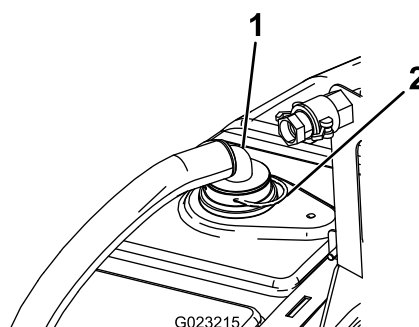

Figura 15
1. Montate l'estremità del flessibile con il raccordo a 90° sul diaframma precedentemente installato utilizzando un perno di ancoraggio (Figura 15).